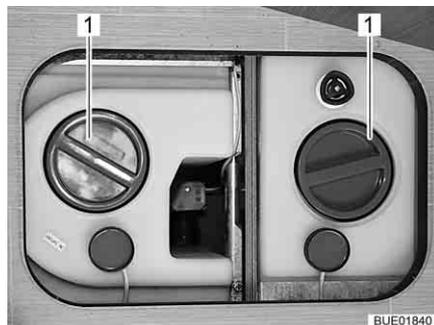

Fig. 209 Serbatoio dell'acqua con maniglia girevole
- Staccare il coperchio (Fig. 209,1) del serbatoio dell'acqua.